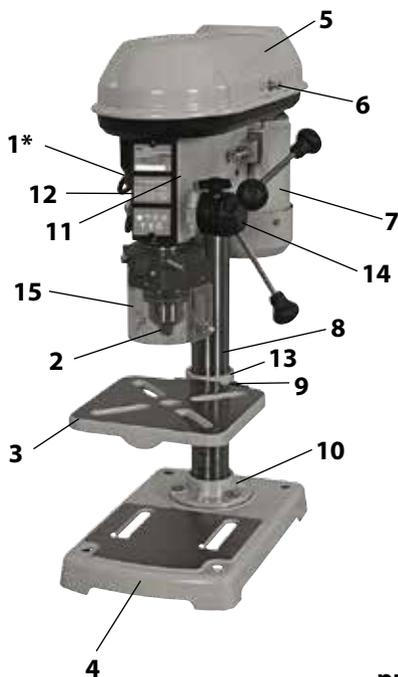

рис. 1
## 1.6 Общий вид и устройство станка схематично представлены на рис.1
1.7 На массивное чугунное основание станка (рис.1 поз.4) крепится металлическая колонна (рис.1 поз.8) с фланцем (рис.1 поз.10). На колонне хомутом (рис.1 поз.13) крепится рабочий стол (рис.1 поз.3). Стол, при помощи хомута, имеет возможность перемещаться вдоль колонны по вертикали и крепиться под углом (до 45° вправо или влево) к горизонтальной плоскости.
К верхней части колонны фиксируется двумя винтами суппорт станка (рис.1 поз.11), на котором расположены органы управления (выключатель и ворот зубчатый вертикального перемещения шпинделя) и регулировки (платформа двигателя с механизмом натяжения ремня и шпилька ограничительная глубины сверления).
Подача патрона со сверлом к заготовке осуществляется поворотом ворота (рис.1 поз.14) рукоятками с набалдашниками. В исходное положение шпиндель с патроном перемещаются за счёт возвратной пружины.
1.8 Выключатель – магнитная кнопка (магнитный пускатель) (рис.1 поз.1) расположен на левой плоскости суппорта. Он имеет две кнопки: зелёная с символом «I» - включение двигателя и красная с символом «O» - выключение двигателя.
На верхнюю часть колонны установить суппорт (рис.4а) и зафиксировать двумя винтами. В ворот зубчатый (рис.1 поз.14) ввернуть три рукоятки с набалдашниками (рис.4б).
а) визуально по мере движения стрелки по шкале (рис.1 поз.12) глубины от 0 до 50 мм (или от 0 до 2-х дюймов);